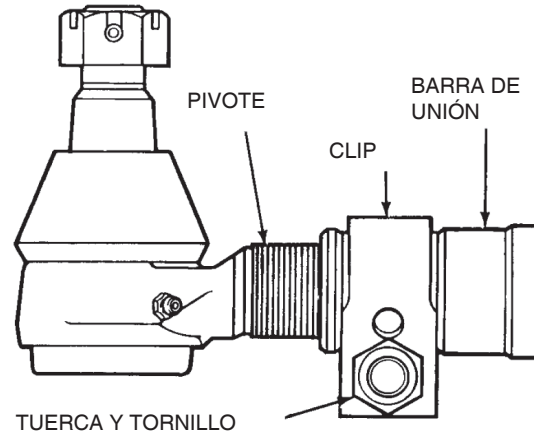

Figura 92
7. El clip tipo rotativo en la barra de unión puede ser girado para facilitar la instalación del tornillo y tuerca. Apriete la tuerca el suficiente para fijar el elemento fijador de la tuerca con el tornillo. El clip y barra deben estar libres para girar. Figura 92.